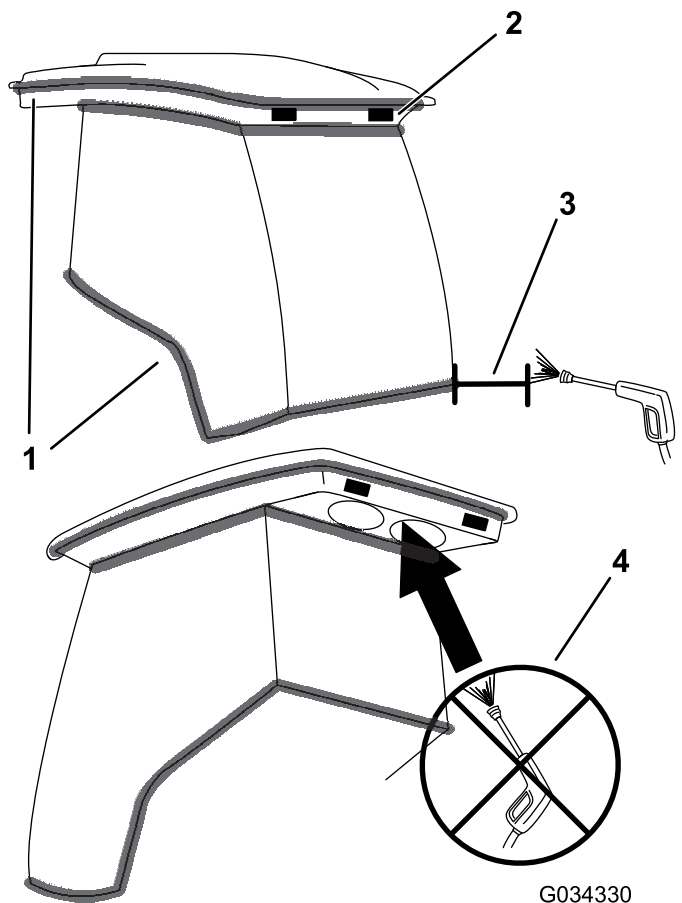

Figura 95
**Importante:** Tenga cuidado alrededor de las juntas y las luces de la cabina (Figura 95). Si utiliza un lavador a presión, mantenga la vara del lavador a al menos 0.6 m (2 pies) alejada de la máquina. No use el lavador a presión directamente en las luces y las juntas de la cabina, o debajo de voladizos traseros.